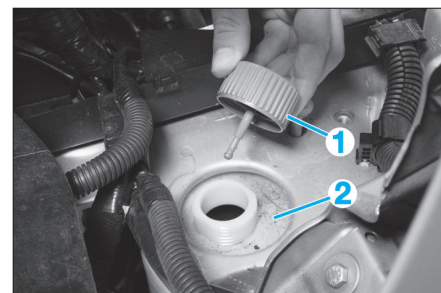

Fig. 18
- Sur tous les véhicules, déposer le bouchon (1) du groupe électrohydraulique (2) (Fig.18).